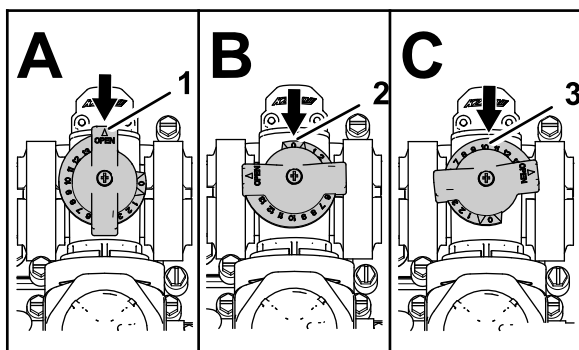

Рисунок 31
- Перепускной клапан перемешивания находится в полностью открытом положении, как показано на Рисунок 31А.
- Перепускной клапан перемешивания находится в закрытом (0) положении, как показано на Рисунок 31В.
- Перепускной клапан перемешивания находится в промежуточном положении (отрегулированном в соответствии с показаниями манометра системы опрыскивателя), как показано на Рисунок 31С.